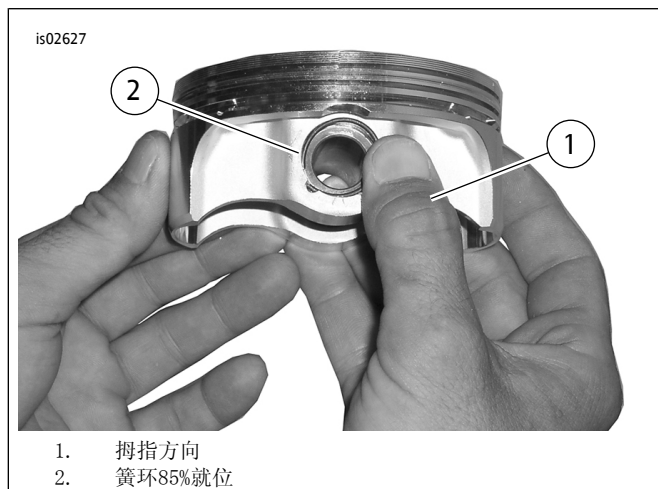

图4。安装簧环
2. 参见图4。按照图示定位您的拇指（1）。用力按压，直至大约85%的簧环（2）在槽中就位。